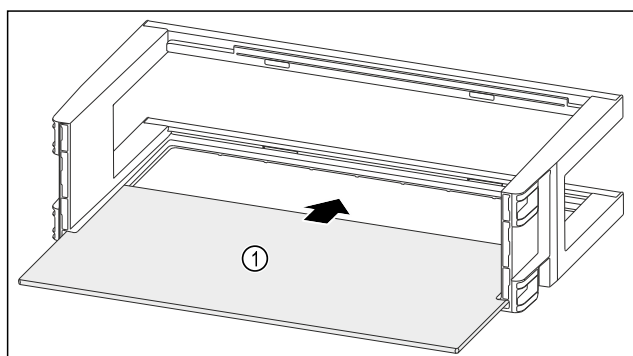

Fig. 113
- Inserire il ripiano Fig. 113 (1) negli incavi laterali.